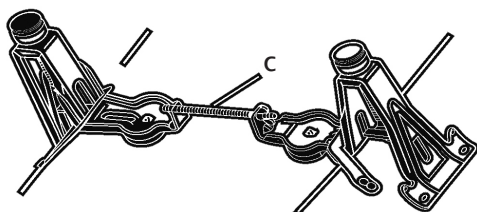

Рис. 3
3. После установки ножек (рис.3) нужно с помощью резьбового соединения «с» затянуть их в ручную.